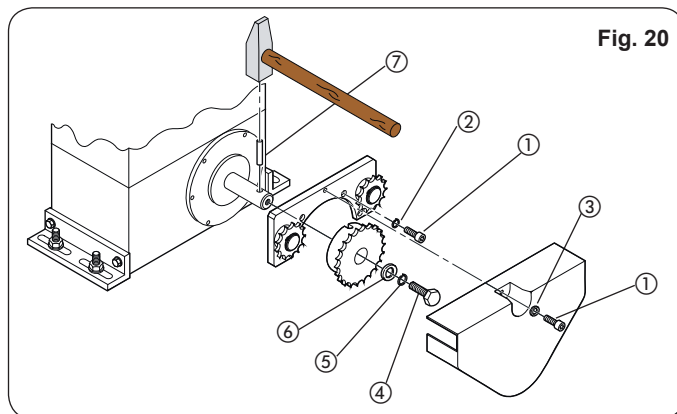
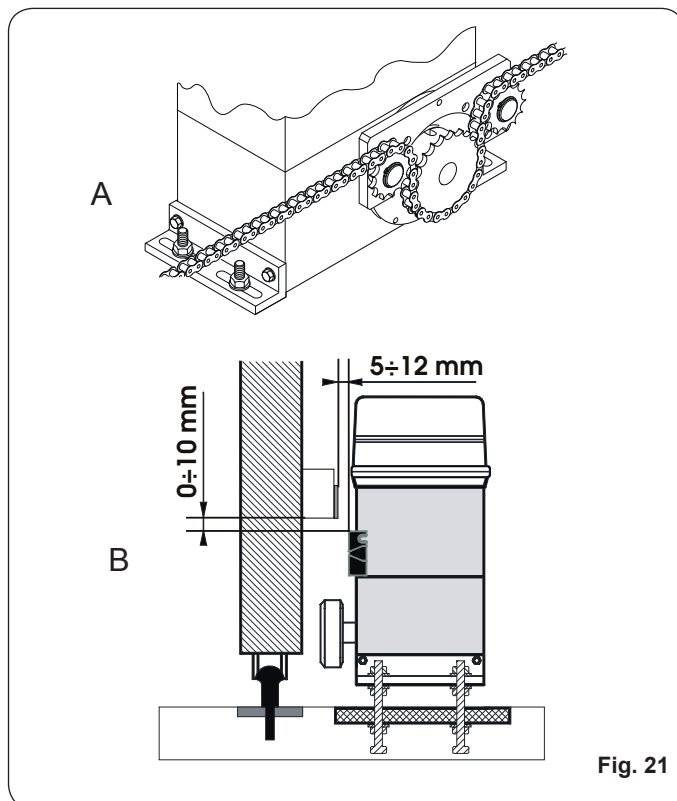

Fig. 20
Fig. 21
4.5.2 MOD. 746ER RF (FIG. 20 - 21)
1. Inserir o pino elástico ⑦ na árvore utilizando um martelo.
2. Aplicar na flange do motorreductor o suporte dos reenvios livres, utilizando os quatro parafusos ① (M5 x 12) e as respectivas arruelas ② presentes no kit, como indicado na Fig. 20.
3. Aplicar o pinhão com corrente na árvore fazendo coincidir os alojamentos do pinhão com o pino elástico e apertar o parafuso ④ e as respectivas arruelas ⑤ e ⑥.
4. Passar a corrente conforme as indicações da Fig. 21 ref.A e montar o cárter de cobertura com o parafuso ① e a arruela ③ da Fig. 20.
5. Para os operadores com fim de curso MLS, providenciar a colocação dos suportes para o posicionamento dos ímãs fornecidos com o equipamento, de acordo com as cotas indicadas na fig. 21 ref.B.